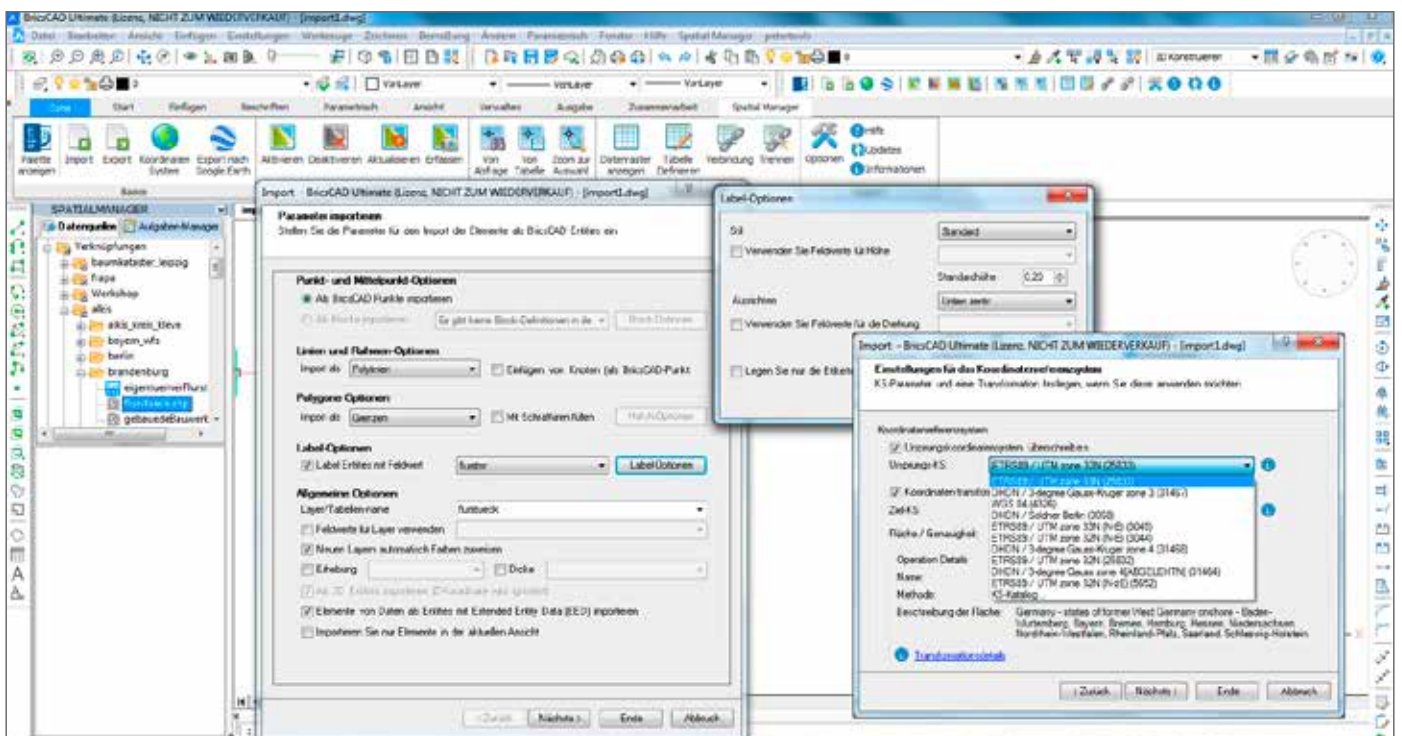

Bild 1: Import-Optionen und Koordinatentransformation im „Spatial Manager“.
1. Im ersten Schritt werden die Import-Parameter (siehe Bild 1) festgelegt. Flächenobjekte kann